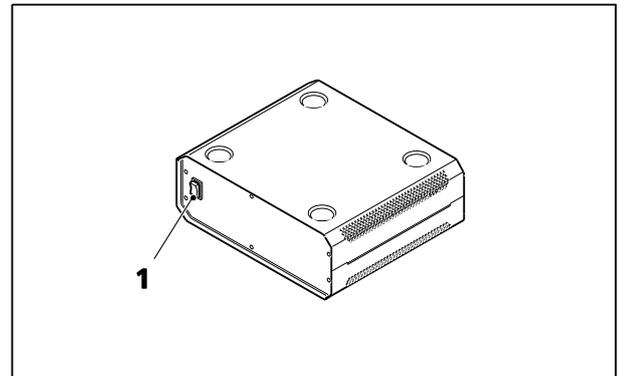

Fig. 47 Bloc d'alimentation externe VP232-2 pour Axio Observer 7, 7 materials
- Allumer l'unité d'alimentation externe VP232-2 à l'aide de l'interrupteur d'alimentation (Fig. 47/1).